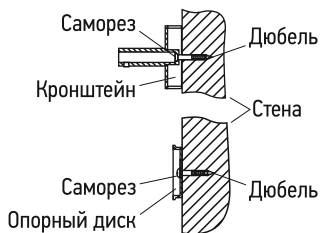

Рис. 2
3.3. В полученных метках (п. 3.2) сделать отверстия диаметром 6 мм и произвести монтаж кронштейнов ЭПС и внутреннего опорного диска коробки подключения (рис. 2) с помощью саморезов и дюбелей.